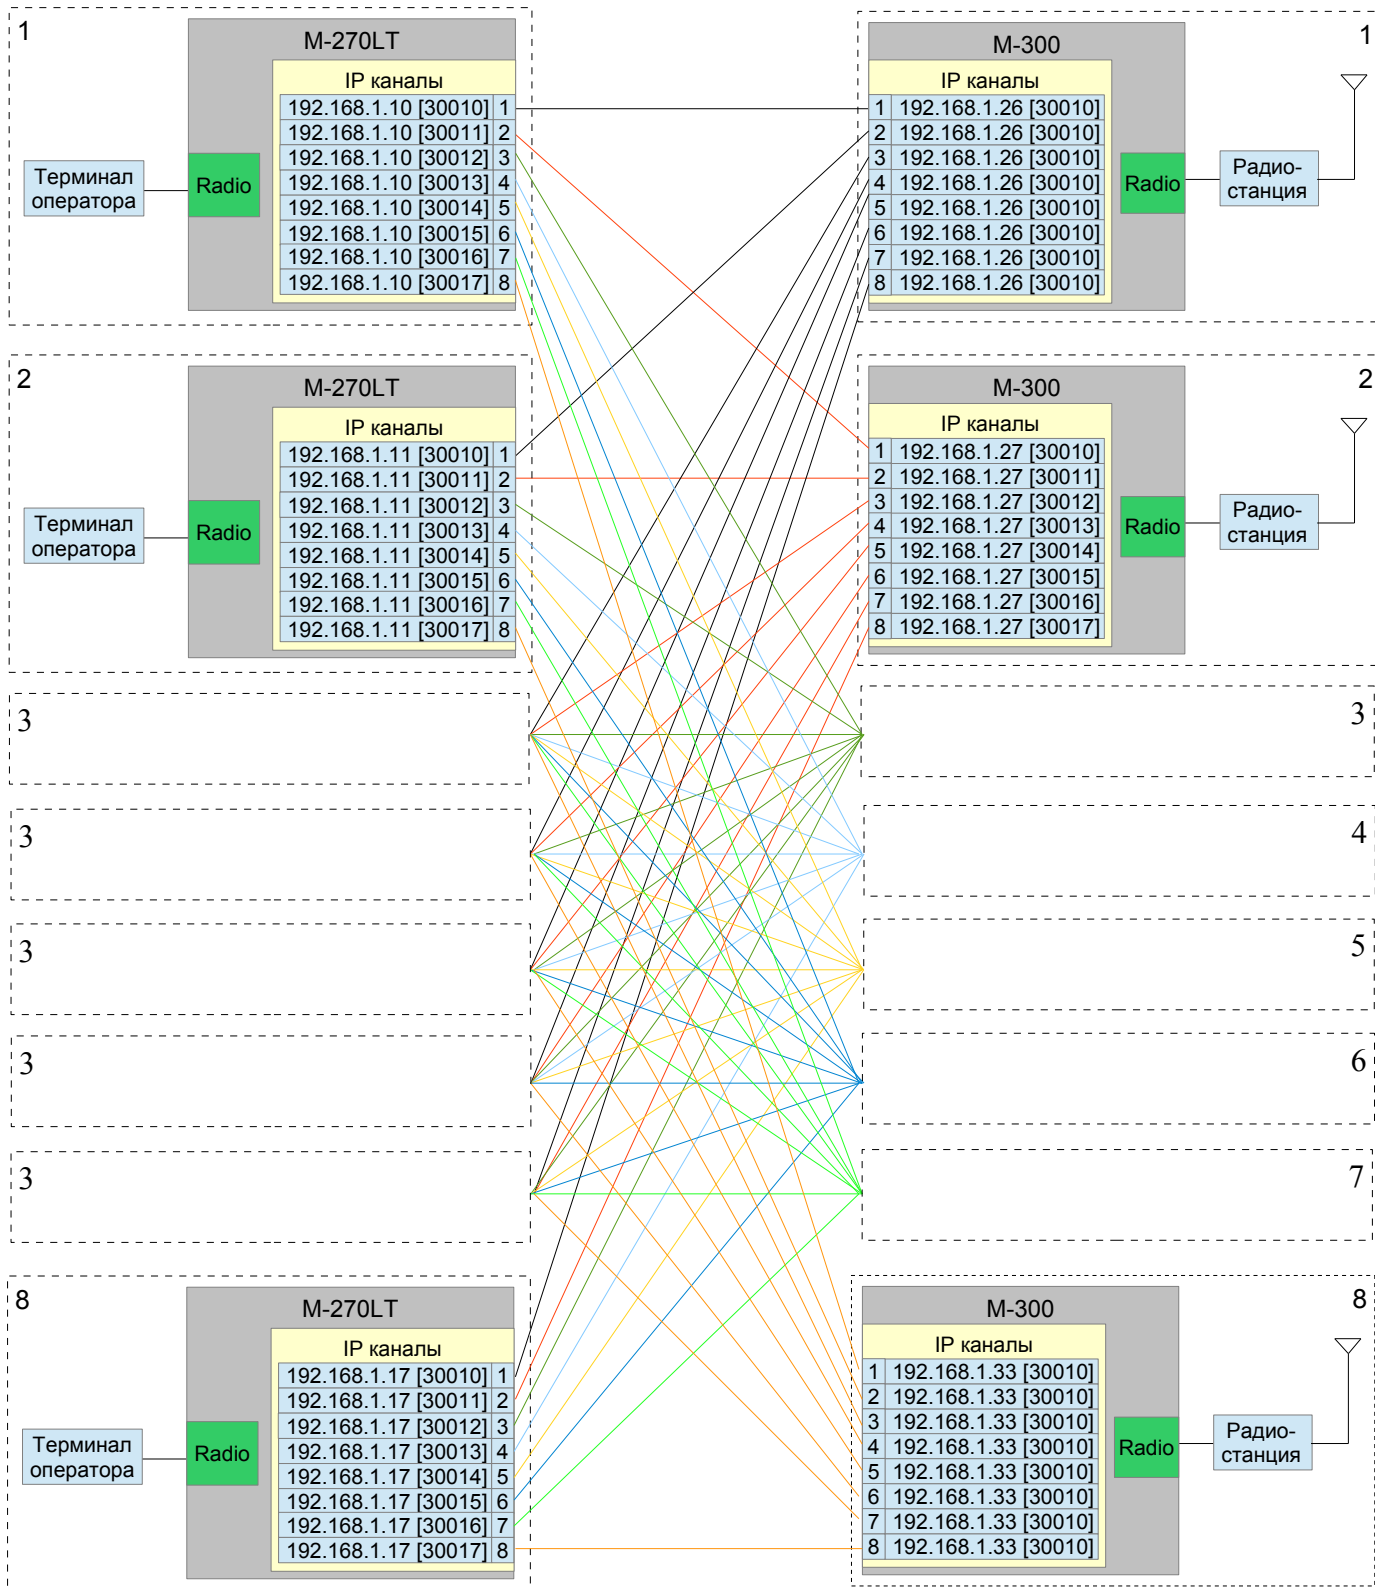

Рис. 4.6.5 Схема IP соединений для работы группы операторов с группой радиостанций.
- Динамически, в этом случае все IP каналы имеют идентичные значения IP адреса и номера портов ( рис. 4.6.5, контроллер М-300 №1) . При данных параметрах подключение контроллеров М-270LT выполняется на первый свободный IP канал.
- Статически, в этом случае каждый IP канал имеет индивидуальные значения IP адреса и/или номера порта (см рис. 4.6.5 контроллера М-300 №2).